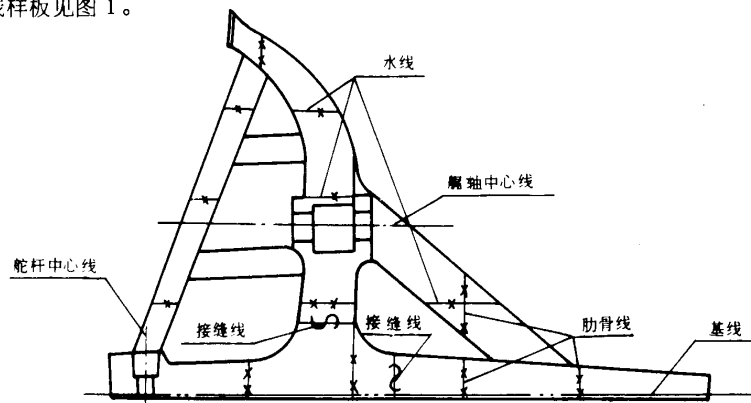

图 1
2.1 制造划线样板,样板上应有艏柱分段接缝线、艏轴中心线、舵杆中心线、基线、水线和肋骨线等标志,划线样板见图1。